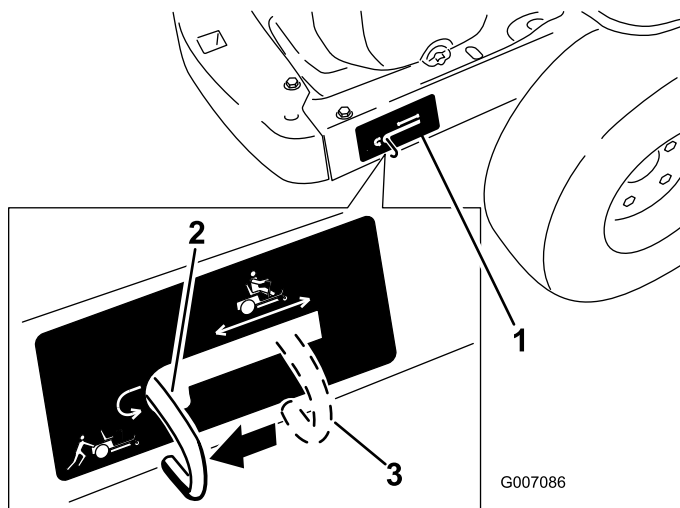

Bild 19
- Schieben Sie die Bypasshebel nach hinten und dann nach unten, um sie zu arretieren, wie in Bild 19 dargestellt, um die Radmotore auszukuppeln. Wiederholen Sie die Schritte an jeder Maschinenseite.
Schieben Sie die Bypasshebel nach oben und drücken Sie sie dann nach vorne in die **Mitte** des horizontalen Schlitzes (Bild 19), um die Radmotore einzukuppeln.